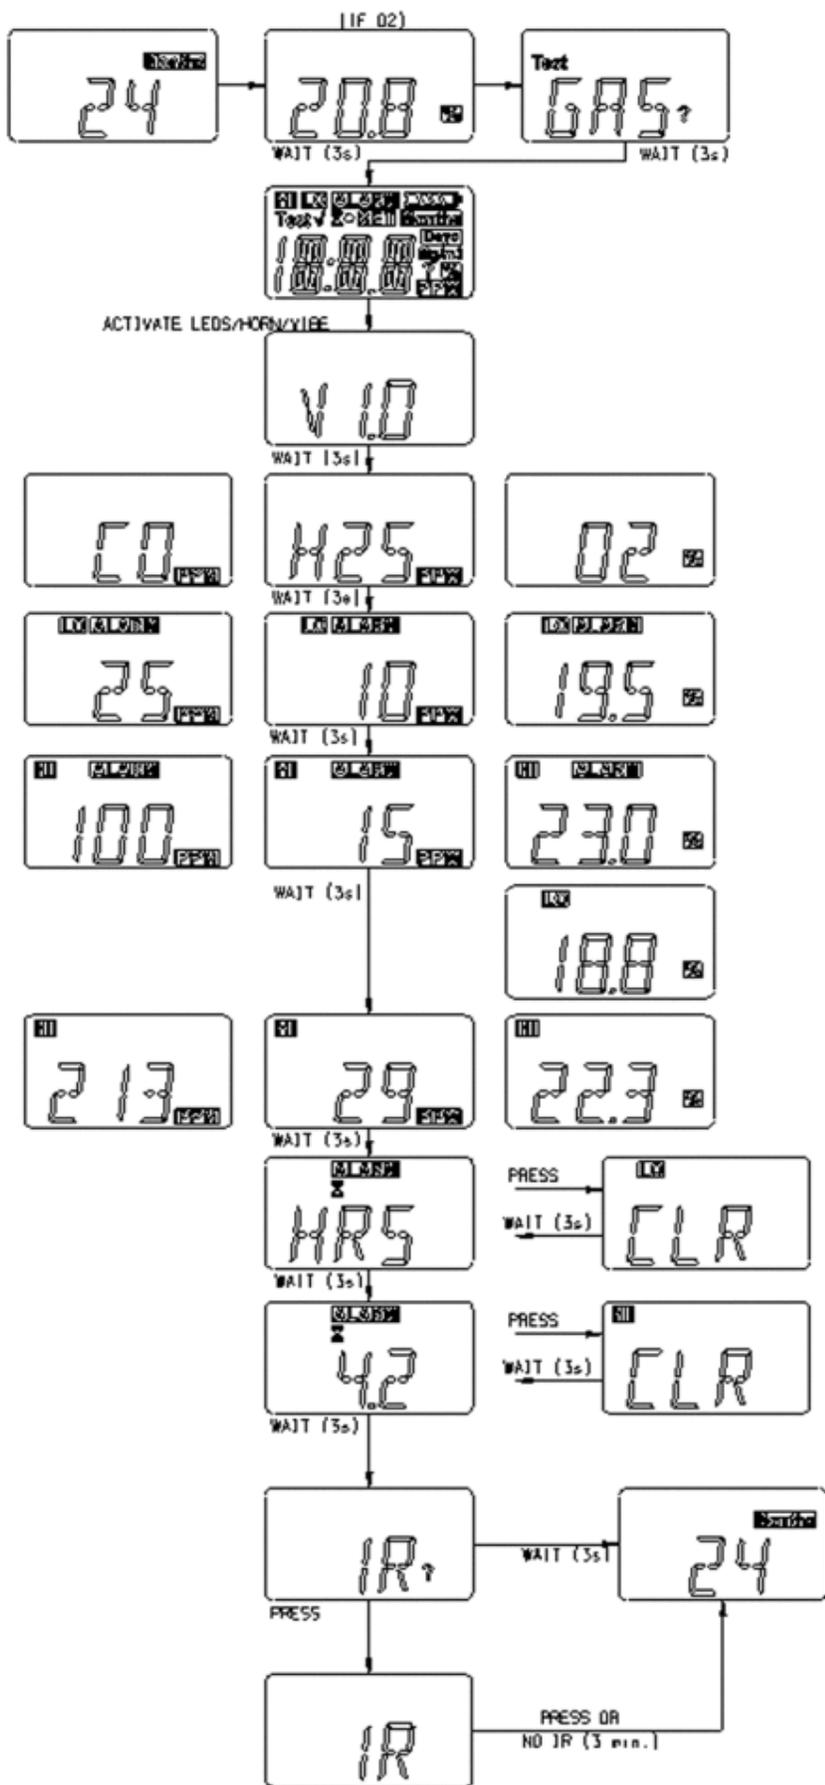

Figura 5 Acesso ao Fluxograma das Páginas ALTAIR
- Consulte Figura 5 para mais detalhes.